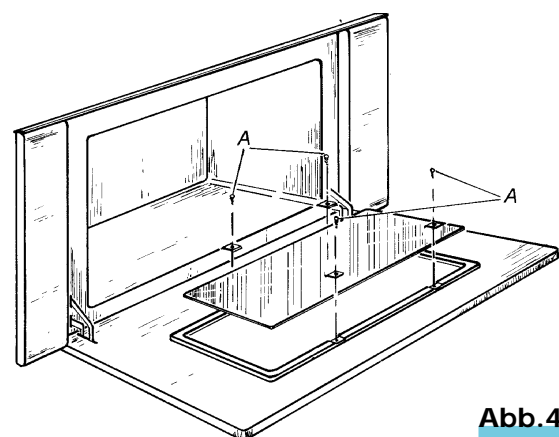

Abb.4
Für die emaillierten Teile ist wie für das Backofeninnere vorzugehen, wobei warmes Wasser und keine scheuernden Mittel oder Säuren angewandt werden. Zwecks einer einfachen Reinigung der inneren Kristallglastür kann diese abgenommen werden. Dafür sind die Schrauben (A) laut Abb.4 bei vollständig geöffneter Backofentür auszuschrauben.